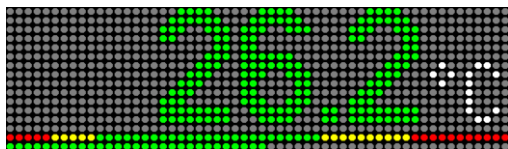

Рисунок 2.22 – Цвет графической шкалы относительно текущего диапазона
- цвет текущего состояния (цвет диапазона, в котором сейчас находится значение). Вся линия отображается данным цветом (Рисунок 2.22).